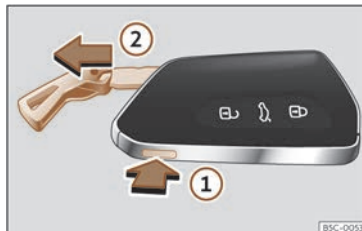

Fig. 69 Clé du véhicule : retirer le panneton.
• Appuyez sur le bouton >>> fig. 69 (1) pour faire sortir l'anneau comme un porte-clés et pouvoir retirer le panneton (2). Si vous appuyez légèrement sur l'anneau, il restera fixe comme un porte-clés.
• Appuyez sur le bouton >>> fig. 69 (1) pour déverrouiller. Maintenez le bouton enfoncé (1) tout en tirant sur l'œillet dans le sens de la flèche >>> fig. 69 (2) pour extraire entièrement le panneton.